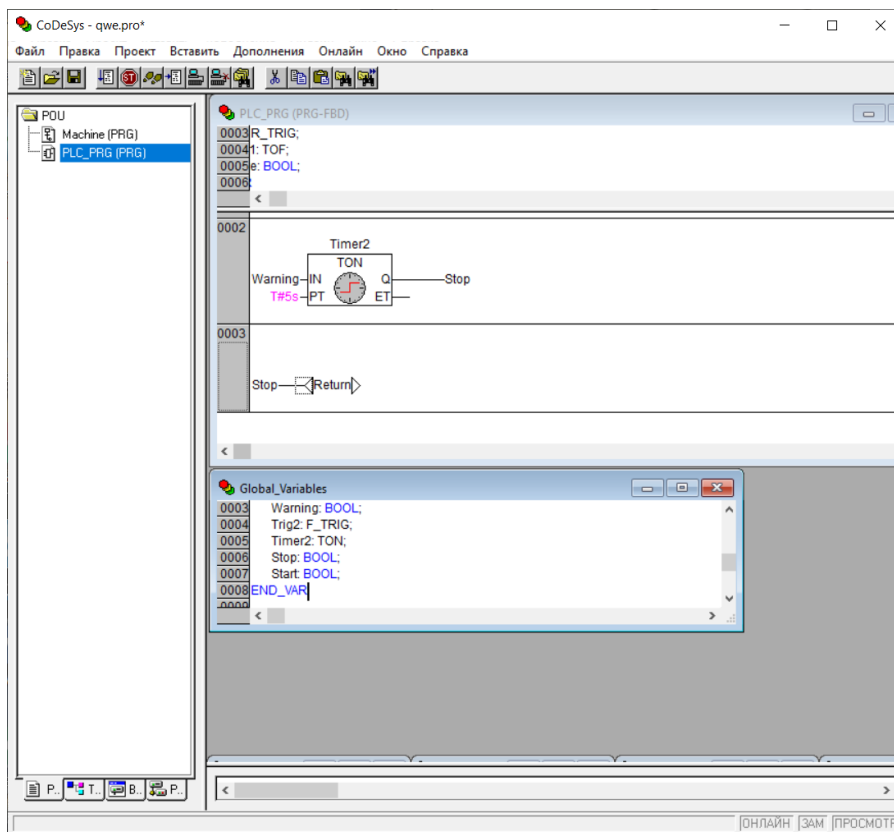

Рисунок 13 – Останов механизма
12. Останов механизма. Добавляем третью цепь. Вместо вопросов вставляем переменную Stop, а затем вставляем оператора Return (рисунок 13).